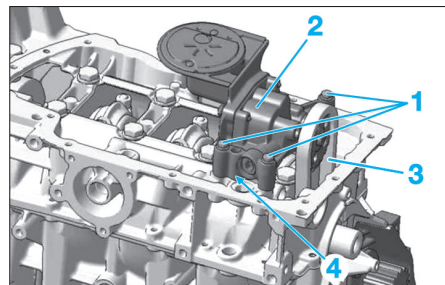

Fig. 38
- Déposer les vis de fixation (1) de la pompe à huile (2) (Fig.38).
- Basculer la pompe et dégager la chaîne (3) du pignon de la pompe à huile.
- Engager le pignon de la pompe sur sa chaîne (3).
- Mettre en place la pompe à huile en s'assurant de la présence de la douille de centrage (4), de la pompe à huile, sur le bloc moteur et serrer ses vis de fixation au couple prescrit.